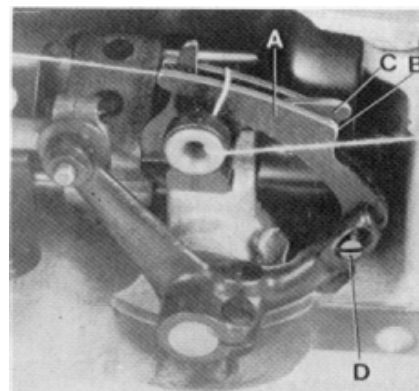

Fig.13
On the two thread double locked stitch styles, the height of the looper thread take-up (A, Fig. 13) is set so, that the cast-off hook (C) forces the looper thread over the corner (B) of the looper thread take-up (A) at the time the point of the descending needle is flush with the lower edge of looper or projects up to 1 mm (.040") below the lower edge of looper.
For setting the looper thread take-up loosen screw (D, Fig. 13).
Bei den Zweifaden-Doppelkettenstichmaschinen wird die Höhe des Greiferfadenaufnehmers (A, Fig. 13) so eingestellt, daß der Greiferfadenabzugshaken (C) den Greiferfaden zu dem Zeitpunkt über die Ecke (B) am Greiferfadenaufnehmer (A) zieht, wenn die Spitze der sich nach unten bewegenden Nadel mit der Unterkante des Greifers bündig ist oder bis zu 1 mm unterhalb der Greiferunterkante steht.
Zur Einstellung des Greiferfadenaufnehmers lösen Sie die Schraube (D, Fig. 13).